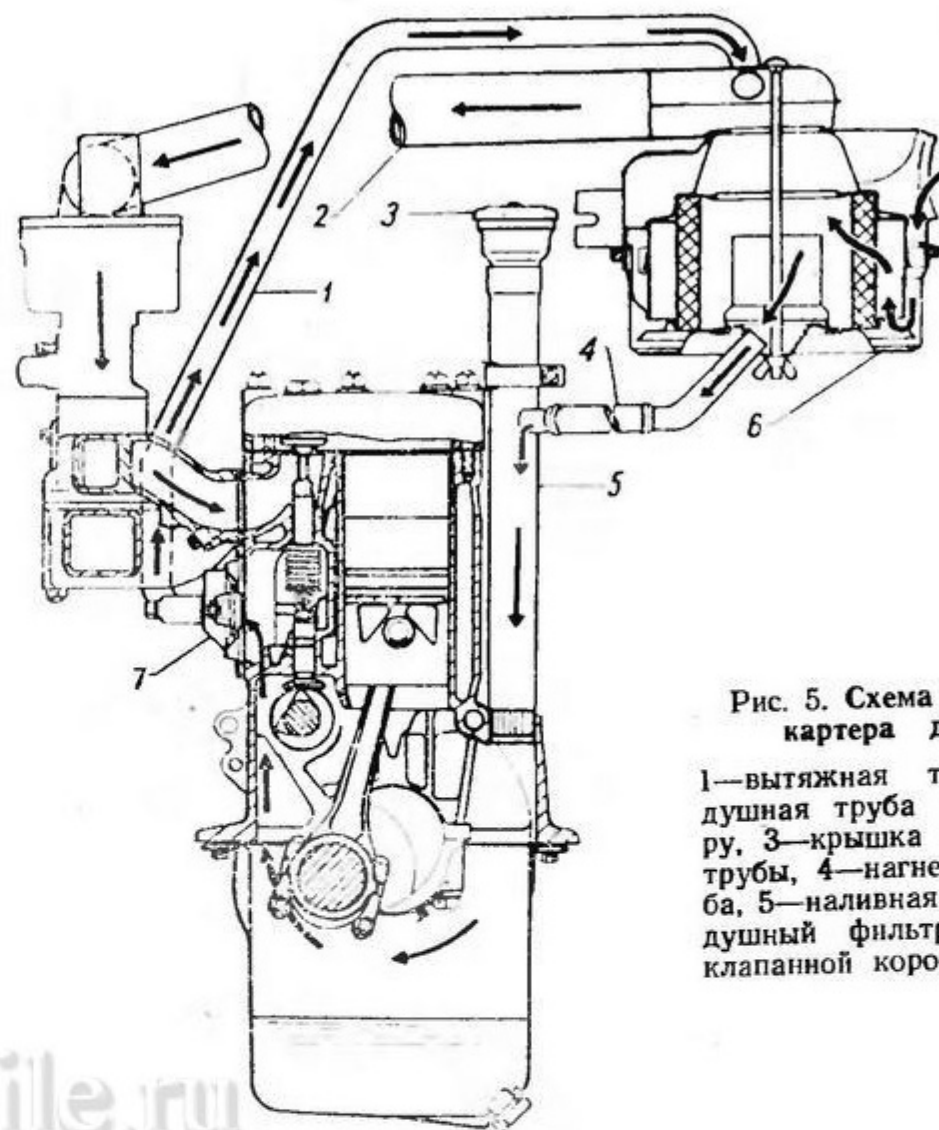

Рис. 5. Схема вентиляции картера двигателя.
**Вентиляция картера**—закрытая, принудительная, действующая за счет разности разрежений в различных зонах воздухоочистителя (рис. 5).